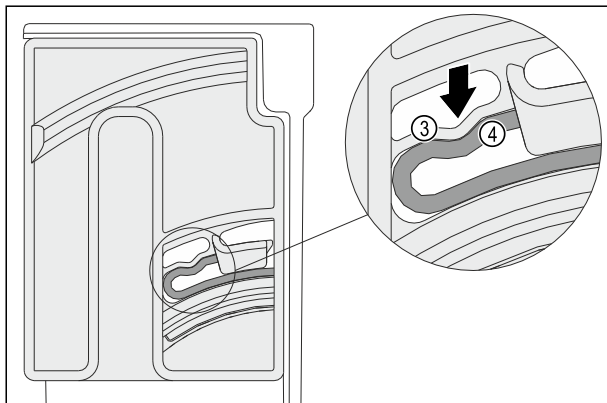

Fig. 117
- L'elemento elastico Fig. 117 (3) dell'unità di rotazione si innesta in modo udibile nel corpo circolare della nervatura Fig. 117 (4).